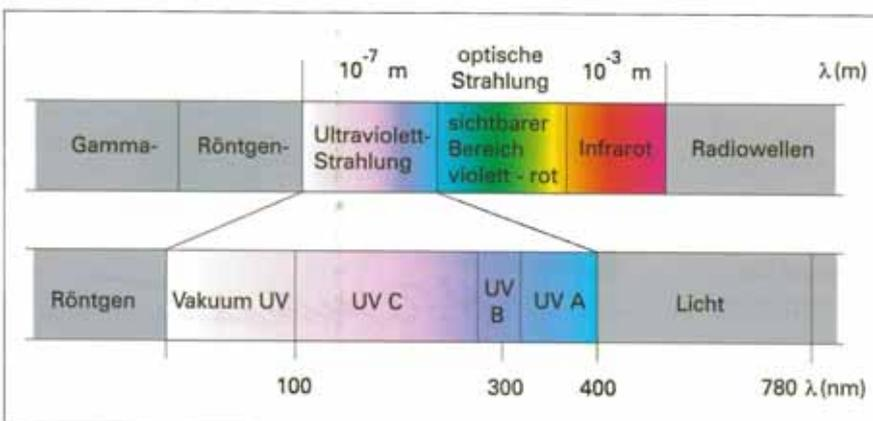

Abb. 1: Wellenlängenspektrum
Die ultraviolette (UV) Strahlung ist ein Teil des Spektrums der elektromagnetischen Wellen (Abb.1). Die unmittelbare Einwirkung der UVC Strahlung, insbesondere bei 254 nm, führt zur photochemischen Inaktivierung der DNA exponierter Organismen und in der Folge zu ihrer Zerstörung (Abb.2). Da es kein Leben ohne DNA gibt, kann es zu keinen mutationsbedingten Resistenzen bei Mikroorganismen kommen. Die Wirksamkeit von UVC